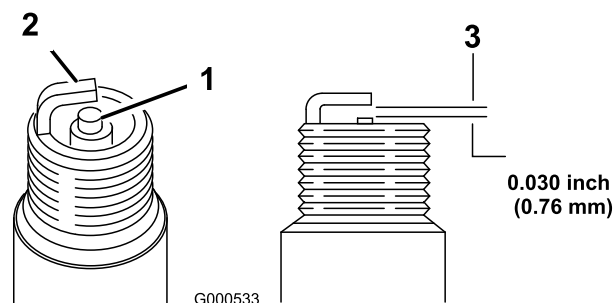

Figura 21
5. Ajuste la distancia entre los electrodos a 0.76 mm (0.030") (Figura 21).